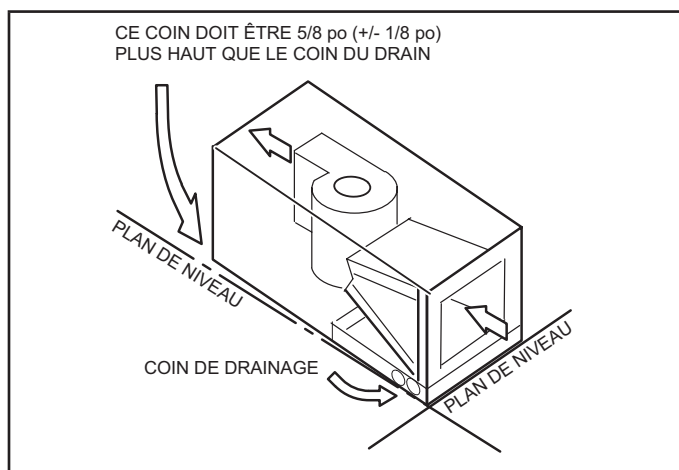

FIGURE 14. Inclinaison de l'unité pour un drainage correct
- 3 - Placez l'appareil de manière à ce qu'il soit incliné vers l'extrémité du bac de drainage et de niveau de l'avant à l'arrière de l'appareil (voir figure 14).
Assurez-vous que l'unité est inclinée (comme dans la figure 14) de sorte que le bac de drainage se vide complètement sans que de l'eau reste dans le bac.